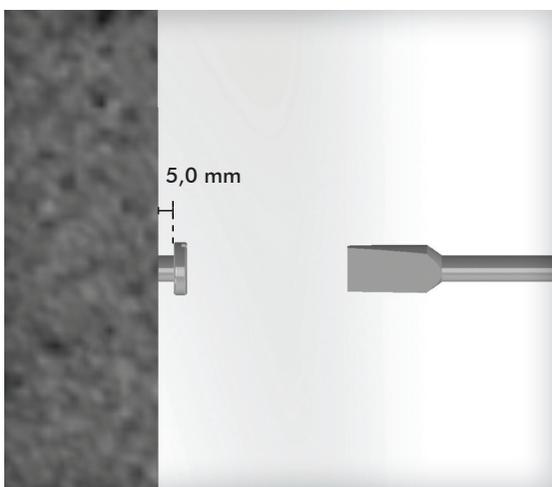

Fig. 06
- Utilize furadeira e broca para aplicação da bucha de 5,0 mm na parede. Monte a bucha e o parafuso, mas não faça o aperto completo do parafuso. Mantenha um afastamento de cerca de 5,0 mm da parede (Fig. 06).